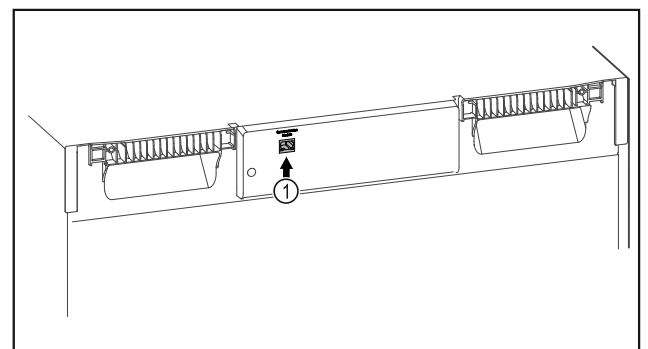

Fig. 111
- Moduli SmartModule Fig. 111 (1) është vendosur.